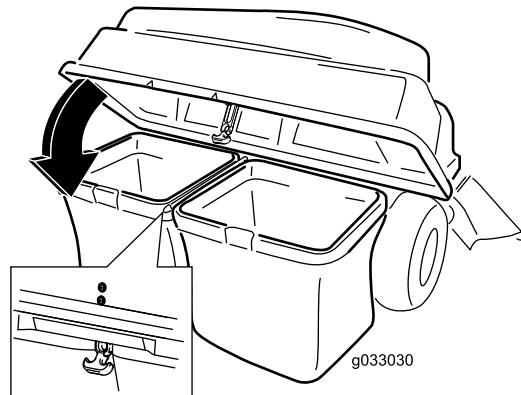

Figura 13
5. Abbassate il coperchio del sistema di raccolta sui cesti (Figura 13).